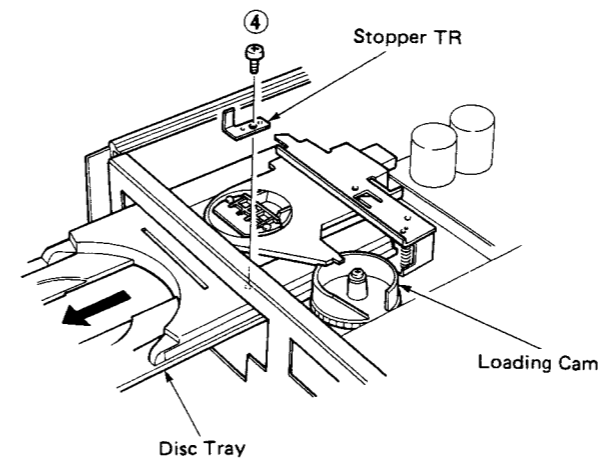

Fig. 2
a. Pull out the Disc Tray by turning the Loading Cam in Fig. 2.
b. Remove screw (④) in Fig. 2, and then remove the Stopper TR.
a. ローディングカムを回して、ディスクトレイを引き出す。(Fig. 2)
b. ④のネジをはずし、ストッパーTRをはずす。(Fig. 2)